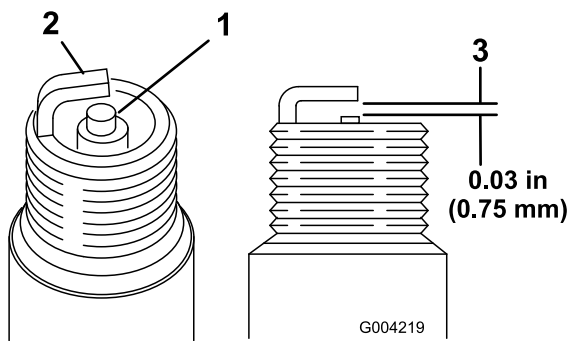

Рисунок 35
1. Осмотрите середину обеих свечей зажигания (Рисунок 35). Если вы видите на изоляторе светло-коричневый или серый налет, то двигатель работает должным образом. Черный налет на изоляторе обычно означает, что загрязнен воздухоочиститель.
2. Проверьте зазор между центральным и боковым электродами (Рисунок 35).
3. Если зазор неправильный, отогните боковой электрод (Рисунок 35).